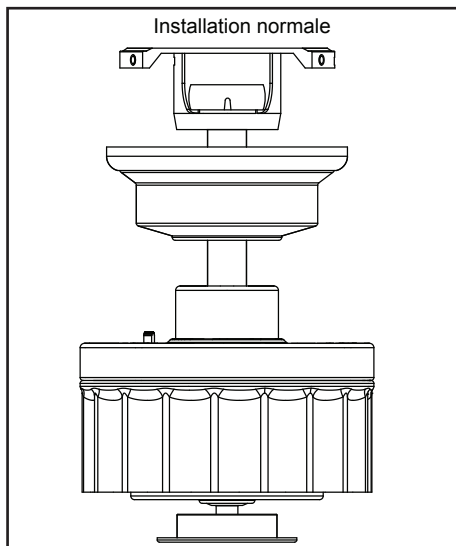

Figure 9
4. Soulevez avec précaution l'ensemble du ventilateur vers le support de fixation au plafond. Assurez-vous que la languette du support de fixation est correctement placée dans le sillon de la boule de suspension. (Figure 9)